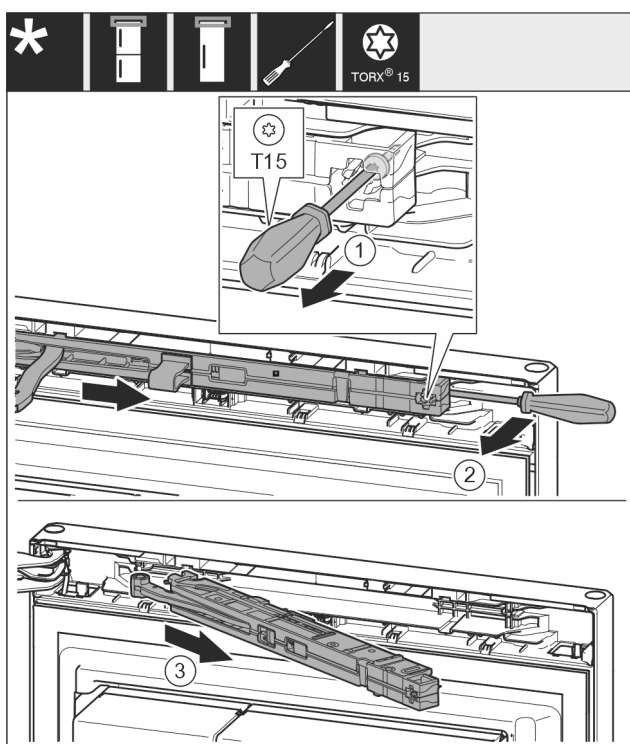

Fig. 10
- ▶ Løsn skruen på lukkedæmperenheden ca. 14 mm med skruetrækker T15 Fig. 10 (1)
- ▶ Sæt en skruetrækker ind bag ved lukkedæmperenheden, og drej den fremad Fig. 10 (2)
- ▶ Træk lukkedæmperenheden ud Fig. 10 (3)